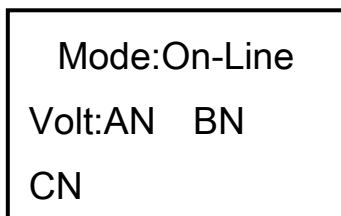

Fig.2 : basic status interface
2) Pulse cualquier tecla, cambiará al estado de la interfaz básica, ver más abajo Fig2